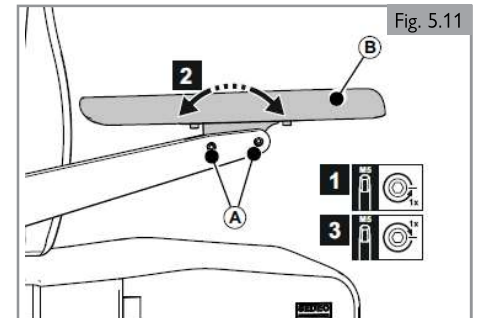

Fig. 5.11
Parte 2 (Fig. 5.11)
1. Afloje (A) una vuelta.
2. Ajuste (B) en la posición deseada.
3. Apriete (A).
Nota: Para alcanzar el tornillo trasero en las alturas más bajas del reposabrazos, afloje los tornillos (A) de la Fig. 5.11 y ajuste el ángulo del almohadillado.